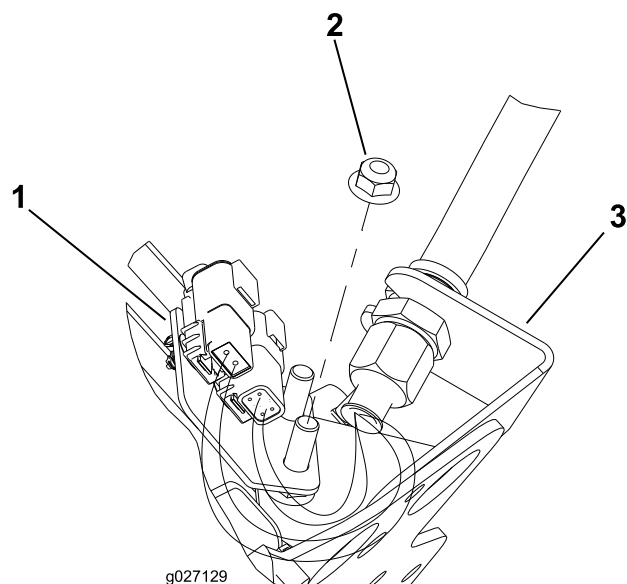
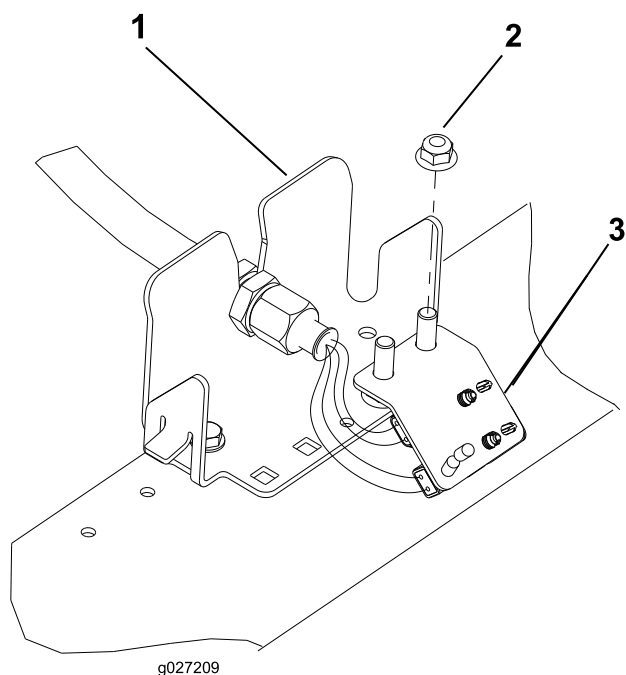

Рисунок 13
Рисунок 16
6. Повторите эти действия в остальных (4) местах перегородки, как показано на Рисунок 13 – Рисунок 16.